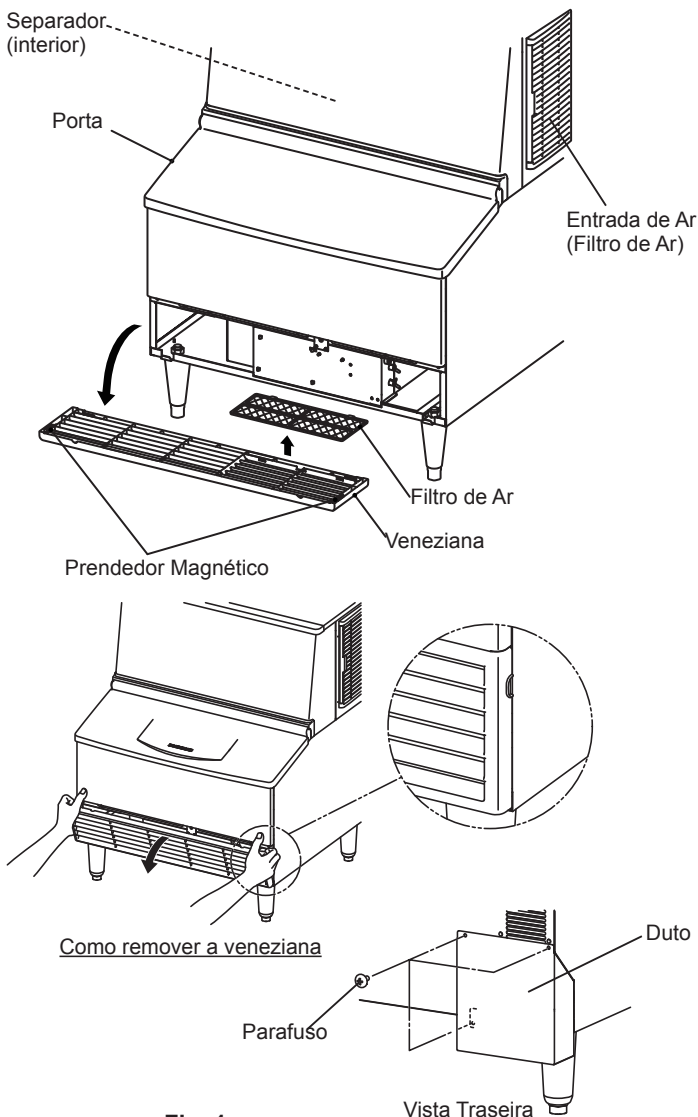

Fig. 1
- 5) Prender o duto ao painel traseiro, usando os três parafusos fornecidos. Ver Fig. 1.